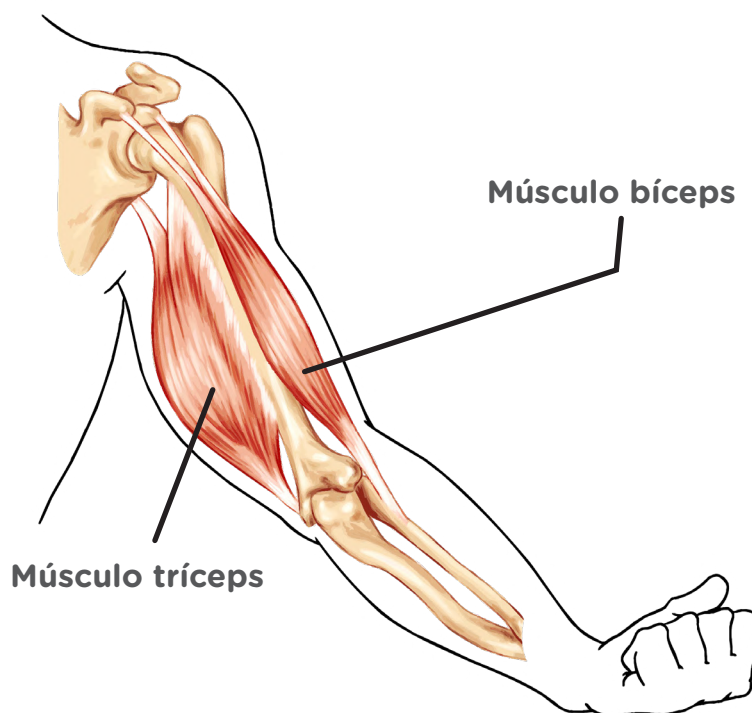

Imagen 1. Músculos del brazo
- Los músculos funcionan en pares cuya contracción es opuesta, por ejemplo, para mover el brazo participan principalmente el bíceps y tríceps (ver la imagen 1).